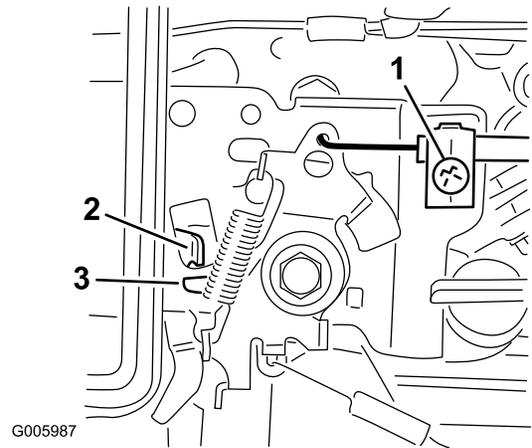

Figure 11
C. Déplacez la manette d'accélérateur sur le moteur jusqu'à ce qu'elle touche la manette de starter (Figure 11).
D. Serrez la vis de réglage (Figure 11).